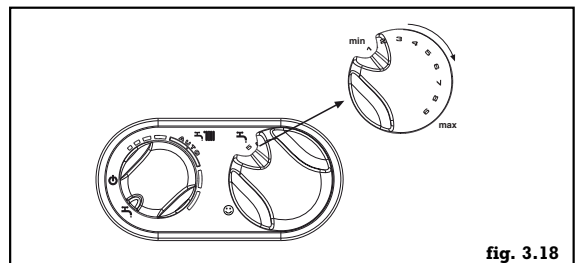

fig. 3.18
- régler la chaudière en fonction été, sélecteur sanitaire au maxi (fig. 3.18))
- régler la chaudière en fonction été, sélecteur sanitaire au maxi (fig. 3.18)